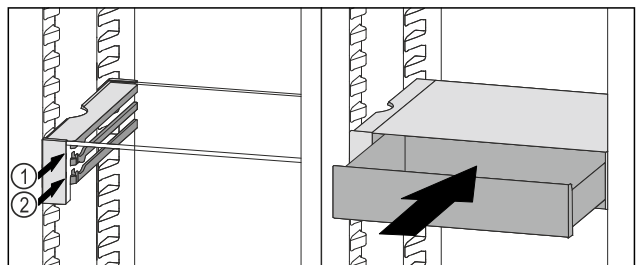

Fig. 102
- ▶ VarioSafe-Schubfach hinter den Stopperrn auf gewünschter Rippe Fig. 102 (1) oder Fig. 102 (2) aufsetzen.